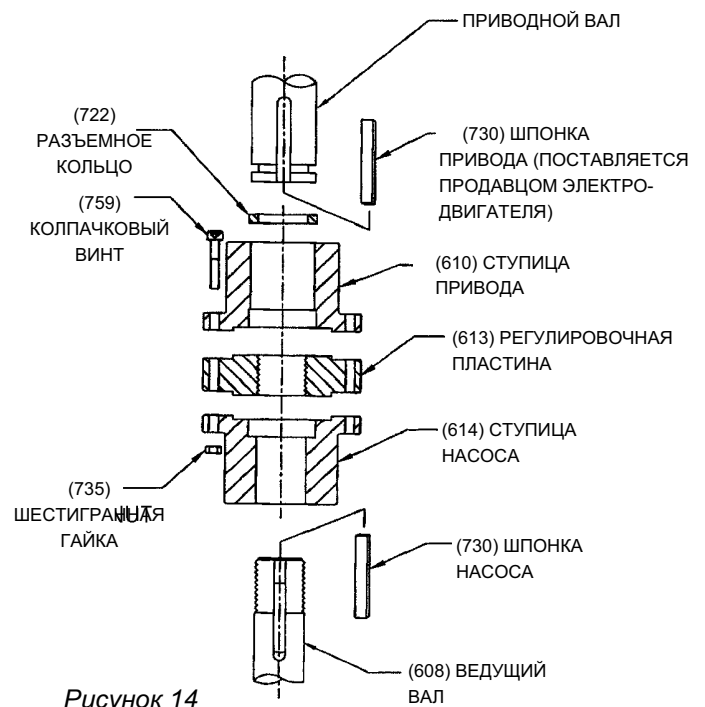
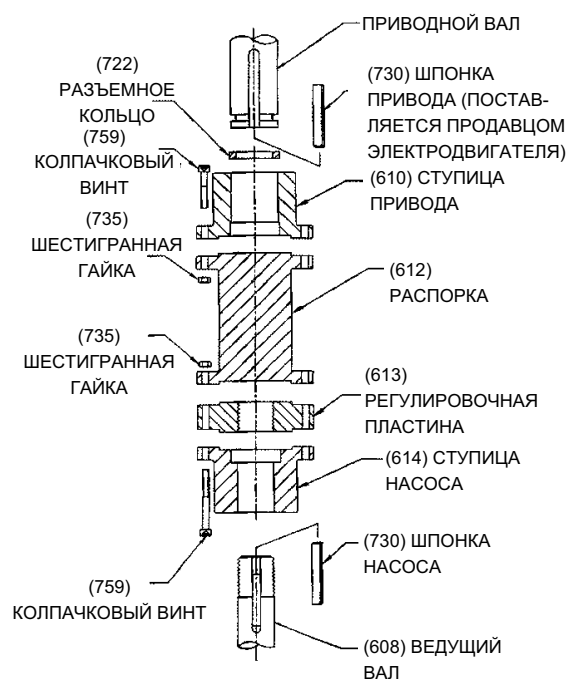

Рисунок 14
Рисунок 15
Муфта между приводным валом и валом нагнетательной головки может быть не распорного типа (см. рисунок 14), или распорного типа (см. рисунок 15). Последний используется на насосах, оснащенных механическим уплотнением, чтобы обеспечить обслуживание уплотнения без демонтажа привода.
- Нанести тонкий слой смазочного масла на шпонку привода (730) и вставить шпонку в седло шпоночной канавки вала привода. Поместить ступицу привода (610) на вал привода и с помощью шпонки сдвинуть ее вверх по валу привода до тех пор, пока не будет открыт кольцевой паз. Установить разъемное кольцо (722) в паз и сдвинуть ступицу привода вниз на разъемное кольцо, чтобы удержать его.
- Если насос поставляется с регулируемой распорной муфтой (см. рисунок 15), установить распорку (612) между ступицами ведущего вала и приводного вала. Прикрепить колпачковыми винтами (759) и шестигранными гайками (735).